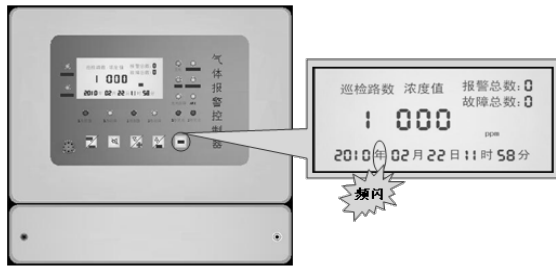

图 3-8
- ◆ **时间的设定：**在三级操作状态下，依次按下“功能”键，当液晶下方时间区的“年”闪动时（图 3-8），